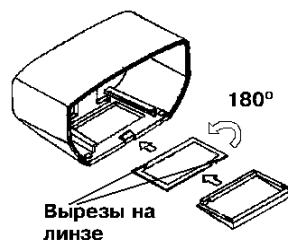

Рис.5
- (**ВНИМАНИЕ!**) выдвинуть линзу, повернуть ее на 180° (рис.5), установить в крышку так, чтобы одинарный вырез был направлен внутрь корпуса, гладкая сторона линзы должна быть направлена наружу;